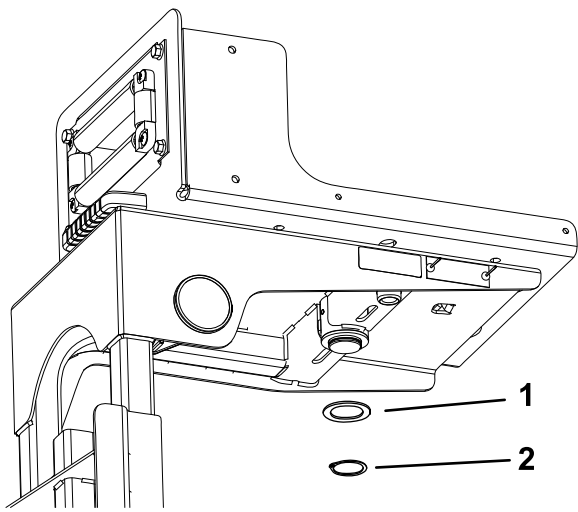

图 20
2. 在软管卷支撑架的下面将止推垫圈和卡环装在转盘柱上图 20。